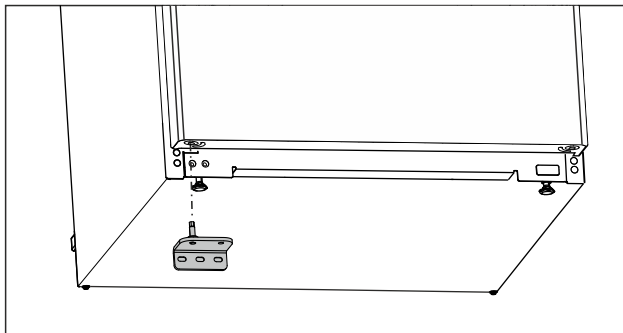

Fig. 20
- ▶ Włożyć dolną płytkę zawiasu po przeciwnej stronie. (patrz Fig. 20)